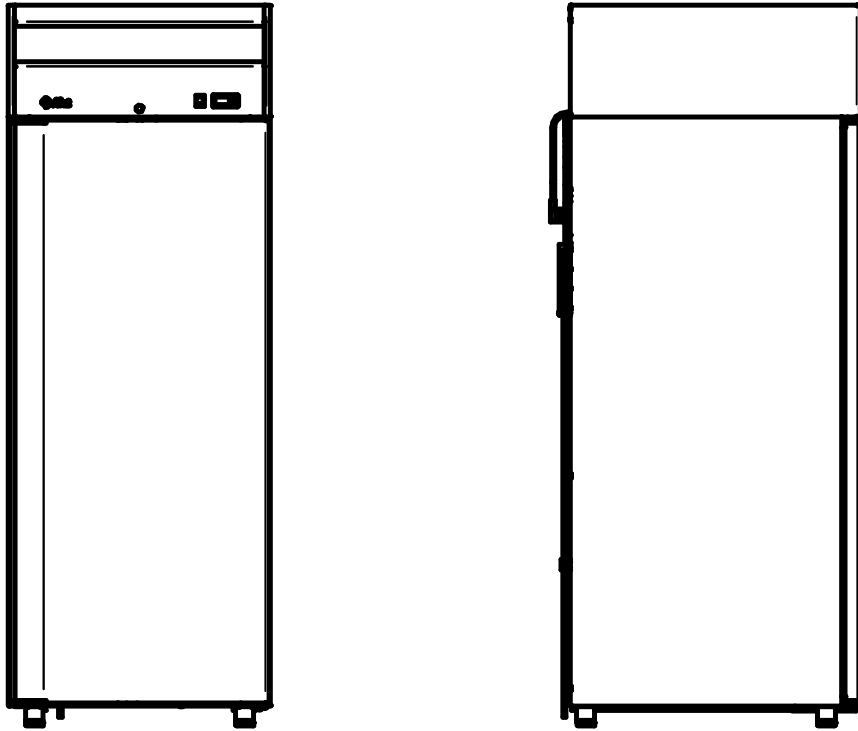
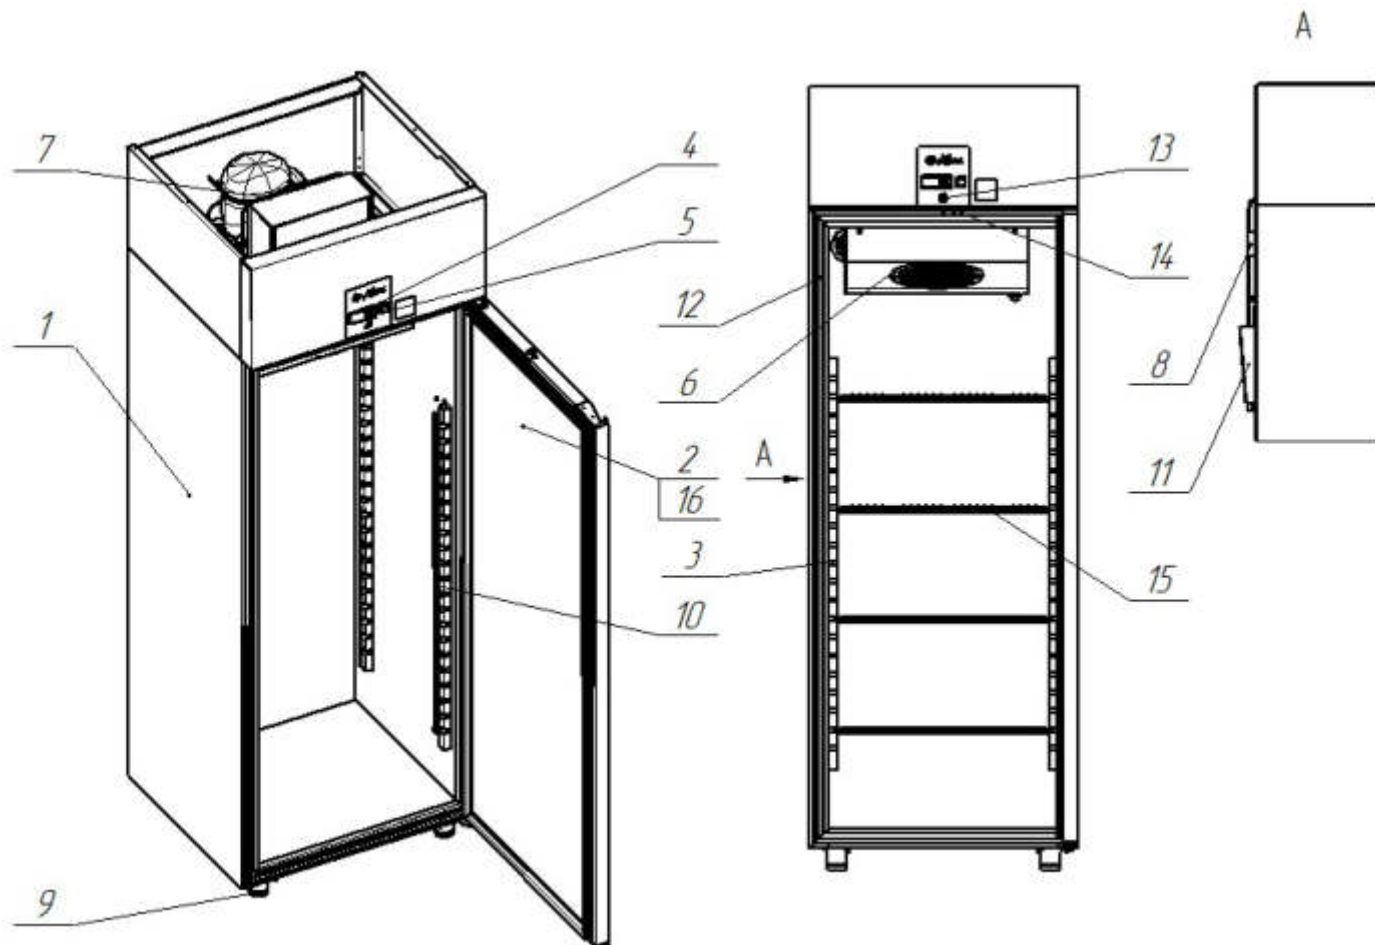

Рис. 1. Общий вид ШХн-0,5; ШХн-0,5-01; ШХн-0,7; ШХн-0,7-01 с верхним расположением АКК
Рис. 3 Устройство шкафа ШХн-0,5; ШХн-0,5-01; ШХн-0,7; ШХн-0,7-01
Общий вид шкафов приведен на рис.1 и 2. Устройство шкафов приведено на рис.3 и 4.
17. датчиков температуры (находятся под кожухом вентилятора испарителя на решетке вентилятора и между ламелей испарителя, на рис. 3 и 4 не указан);